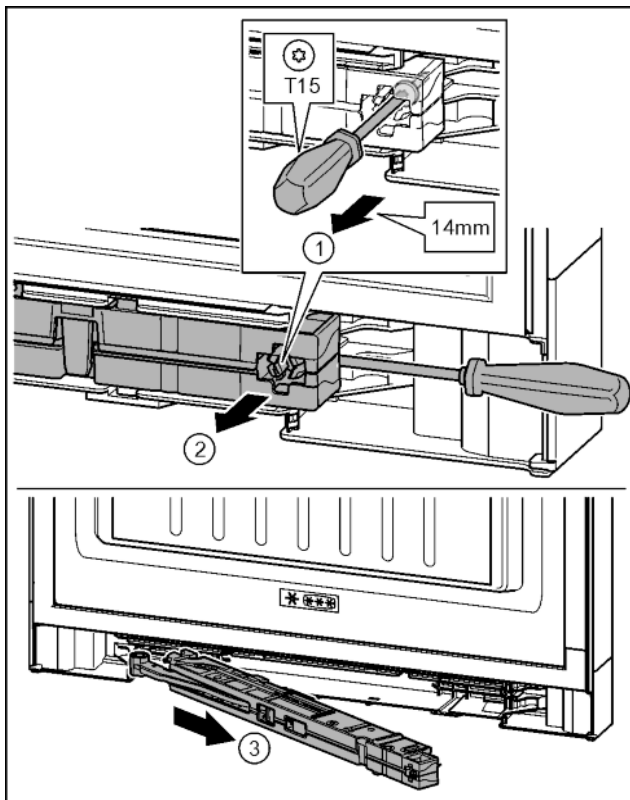

Fig. 17
- ▶ Przy pomocy śrubokręta T15 ok. 5 mm odkręcić śrubę na amortyzatorze zamykania drzwi. Fig. 17 (1)
- ▶ Od strony uchwyty, za amortyzator zamykania drzwi wsunąć śrubokręt. Amortyzator obrócić w przód. Fig. 17 (2)
- ▶ Wyjąć amortyzator. Fig. 17 (3)